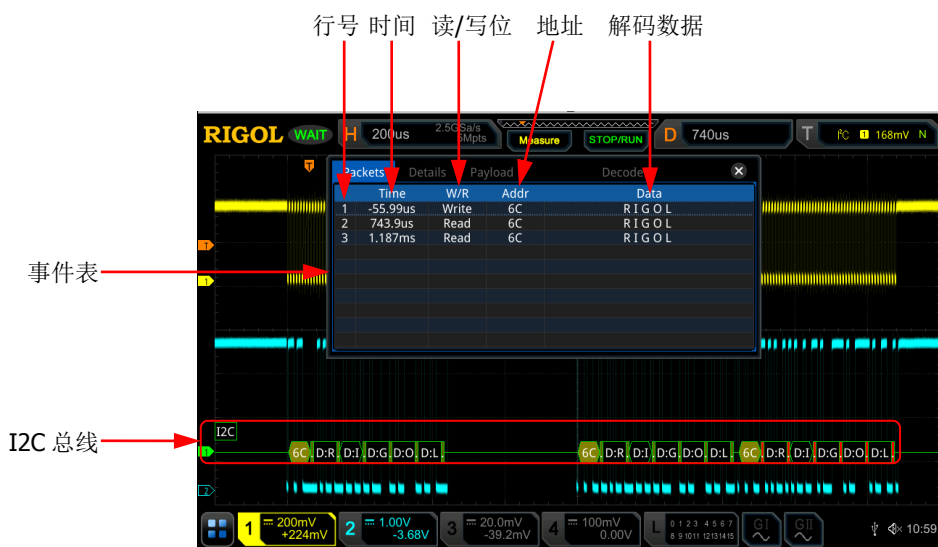

图 11-6 I2C 解码事件表
- 打开或关闭事件表：连续按 **事件表** 键，打开或关闭事件表显示。打开事件表，屏幕弹出如图 11-6 所示的事件表。您也可以触摸屏功能触摸事件表右上方的图标  闭事件表功能。另外，当运行状态为“STOP”时，您还可以旋转多功能旋钮  选择指定行并查看相应的解码信息。